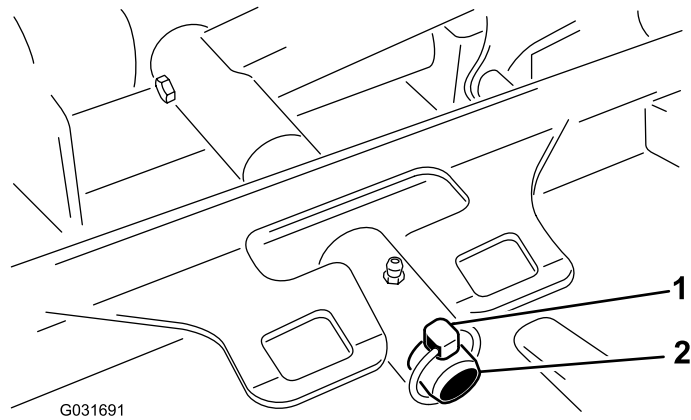

Figura 91
3. Retire o pino de sujeição que fixa a estrutura de suporte da plataforma ao pino da articulação do braço de elevação (Figura 91).
3. Deslize a estrutura de suporte da plataforma para o pino da articulação do braço de elevação e prenda-a com o pino de sujeição (Figura 91).